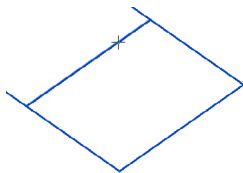

图 8-13 选择放置焊接图元
(2) 拾取其中一个要连接的可用图元边以放置焊接，如图 8-13 所示。